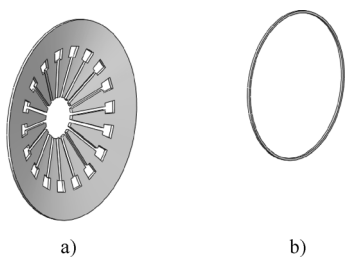

图 6-50 显示隐藏的零部件
STEP 5 同“步骤 2”操作，首先将离合器盖和支撑环隐藏，再导入一个支撑环，如图 6-50 所示。